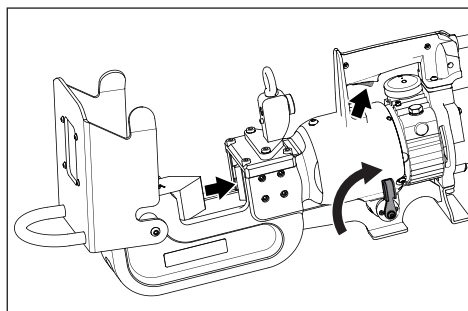

Figure 8, Rétraction du piston
- Avec le levier directionnel en position 2, appuyez sur la gâchette et maintenez-la enfoncée pour faire reculer le piston et la lame mobile. Voir la Figure 8.
Assurez-vous que le piston et la lame mobile sont dans la position d'origine et entièrement rentrés avant de poser l'objet dans la tête de coupe. Reportez-vous à la Figure 8.
3. Assurez-vous que le piston est dans sa position d'origine (entièrement rentré). Voir la Figure 8.